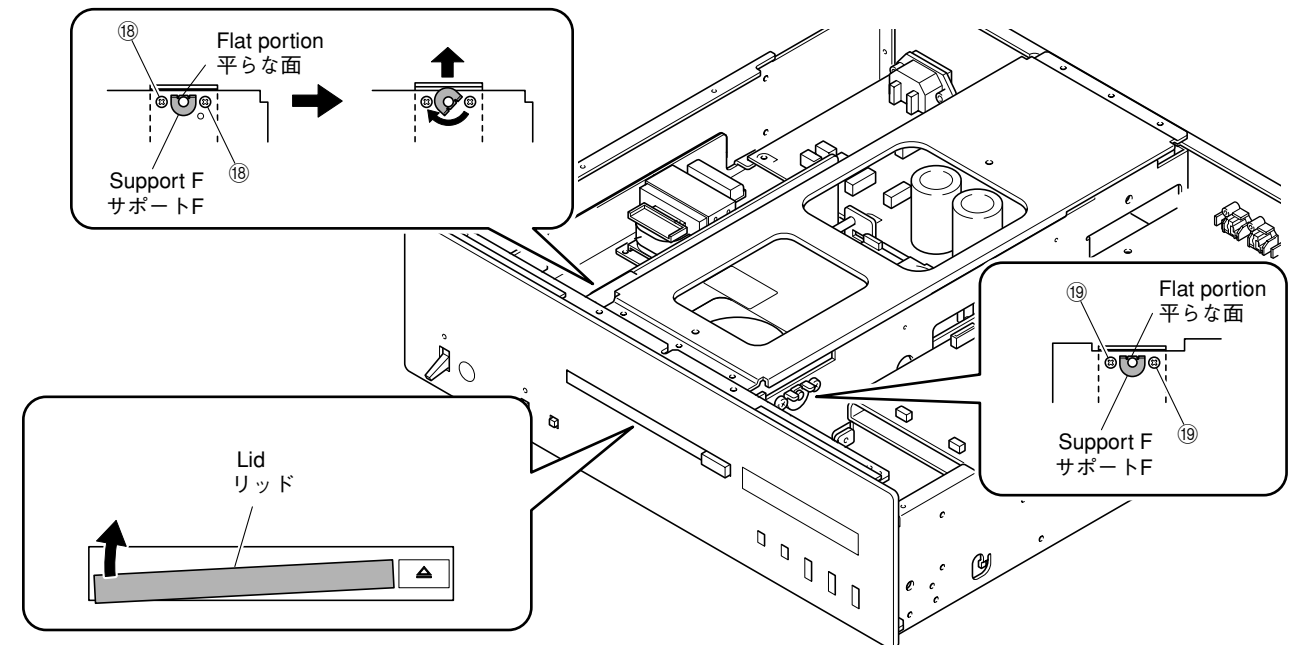

Fig. 7
- Loosen 2 screws (18) and 2 screws (19). (Fig. 7)
- Position the support F on both sides with its flat portion facing upward. (Fig. 7)
- Viewing from the front, confirm the lid position. (Fig. 7)
- Tighten the screws on the side with higher lid inclination (screws (19) in the case shown below). (Fig. 7)
- Turn the support F on the side with lower lid inclination clockwise gradually until the lid is positioned horizontally. (Fig. 7)
- With the lid adjusted at the horizontal position, tighten other screws (screws (18) in the case shown below). (Fig. 7) To change the position upward at this time, loosen screws (19) and then turn the support F clockwise gradually.
- 18のネジ2本、19のネジ2本を緩めます。(Fig. 7)
- サポートFの平らな面を上向きにします。(Fig. 7)
- 前面から見て、リッドの位置を確認します。(Fig. 7)
- リッドの傾斜が高い側のネジ(下図の場合、19のネジ)を締めます。(Fig. 7)
- リッドの傾斜が低い側のサポートFを時計回りにゆっくり回し、リッドの傾きが水平な位置になるようにします。(Fig. 7)
- リッドの位置が水平な位置でネジ(下図の場合、18のネジ)を締めます。(Fig. 7)